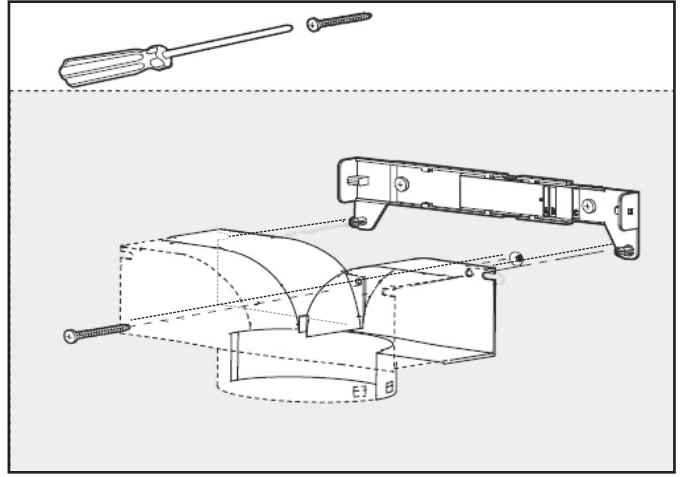

Fig.7
- Fijar en la pared la derivación de plástico, justo por debajo del soporte de la chimenea telescópica decorativa **(Fig.7)**. Los dos "pins" de posición del soporte, deben encajar con los agujeros de la derivación de plástico.